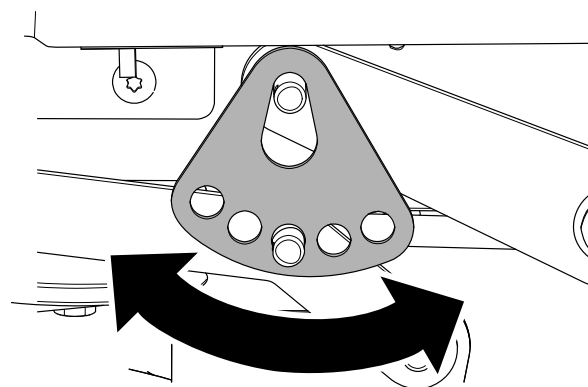

Figure 69
8. Installez la rondelle et la goupille fendue (Figure 69).